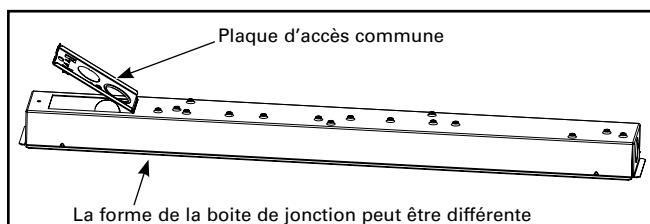

Figure 1.
- Retirez la plaque d'accès pour pouvoir atteindre les fils (Figure 1).